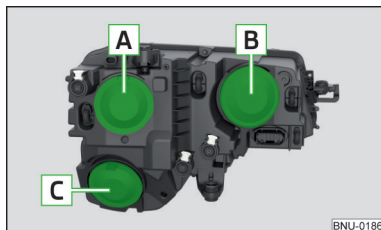

Fig. 337
- › Retirar la tapa protectora **A** o **B** » fig. 337 de la pág. 307.
- › Retirar la tapa protectora **B** » fig. 337 de la pág. 307.
- › Colocar la tapa protectora **B** » fig. 337 de la pág. 307.
- › Retirar la tapa protectora **C** » fig. 337 de la pág. 307.
Retirar la tapa protectora **C** » fig. 337 de la pág. 307.